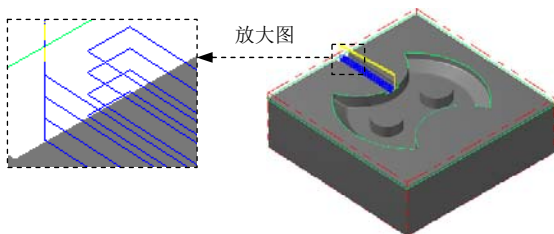

图 22.20 刀具路径
Step7. 单击“曲面粗加工平行铣削”对话框中的 按钮，同时在图形区生成图 22.20 所示的刀具路径。